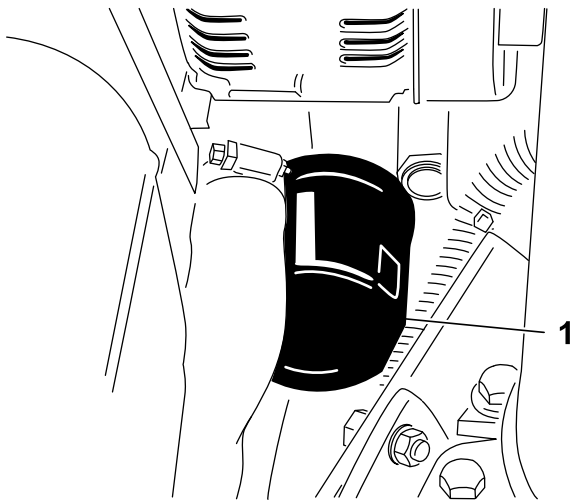

Bild 45
2. Entfernen Sie den Ölfilter (Bild 45). Ölen Sie die neue Dichtung am Ölfilter leicht mit frischem Öl ein, bevor Sie den Filter eindrehen. **Ziehen Sie nicht zu fest.**